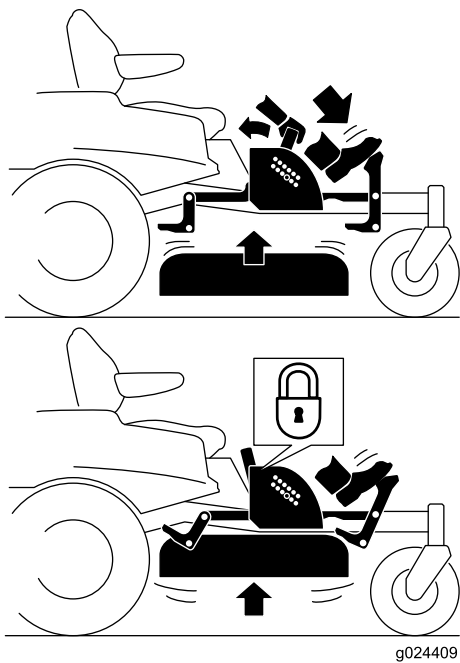

Figure 27
- Enfoncez la pédale pour élever le plateau de coupe ; maintenez la pédale enfoncée jusqu'à ce que le plateau soit verrouillé en position de transport (Figure 27).
- Appuyez sur la pédale de levage du plateau avec le pied et tirez la poignée de verrouillage de transport en arrière pour désengager le verrou de transport (Figure 27).
4. Appuyez sur la pédale de levage du plateau avec le pied et tirez la poignée en arrière pour désengager le verrou de transport (Figure 27).